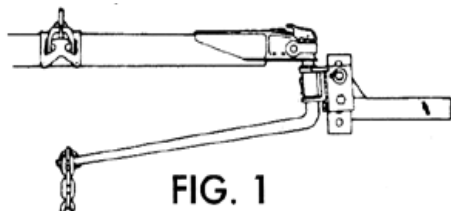

FIG. 1
6. Levante la horquilla del remolque y la parte posterior del vehículo con el gato para remolques. Aproximadamente 8-12 pulgadas. Baje el yugo del soporte a presión hasta que esté paralelo con el piso, y deslice el eslabón más cercano por encima del gancho (si hay menos de 5 eslabones entre el gancho y el perno en U ajuste el ángulo del montaje de esfera hacia atrás, y repita el procedimiento - ver Fig. 1 a 4 abajo). Con la manija del soporte a presión sobre el yugo, levante hasta que el yugo haya pasado "sobre el centro". Deslice el pasador de seguridad plateado a través del orificio pequeño para bloquear el yugo en su lugar. Repita para el otro lado.